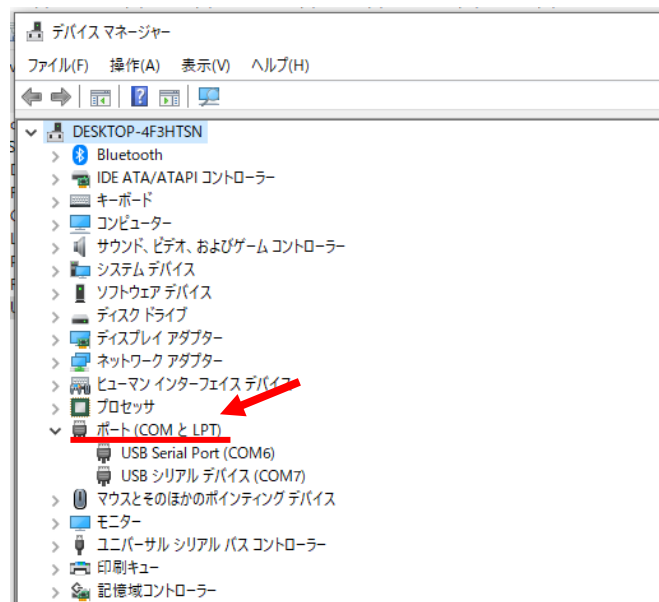

図 46 デバイスマネージャウィンドウの[ポート(COM と LPT)]
- ⑬ 図 46 のように表示されたウィンドウの[ポート (COM と LPT)]内の[USB Serial Port (COM7)]をもとに、[EtheURG0]または[MeasurementSystem0]のポート名を設定する箇所 に "¥¥.¥COM7" を記述し、[適用]をクリックする。